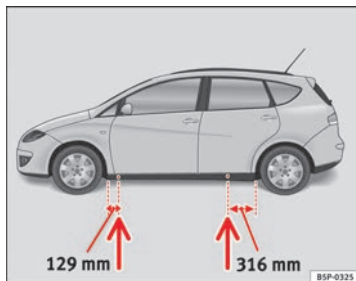

Fig. 180 Punti di appoggio per il cric
- Applicare il cric al longherone inferiore del veicolo nel punto di appoggio più vicino alla ruota da sostituire ⇒ fig. 180.
Sul montante inferiore sono segnati i punti a cui applicare il cric ⇒ fig. 180. È previsto un punto per ogni ruota. Non collocare il cric in altri punti.